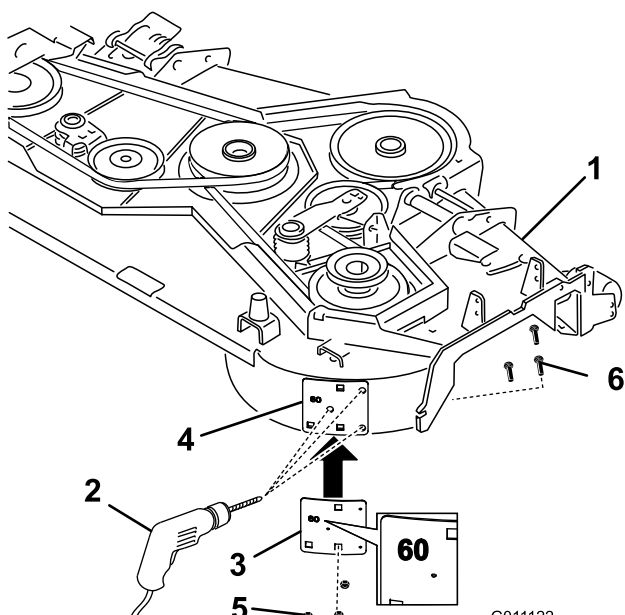

Figura 5
1. Installate il modello di metallo, con il numero 60, nel piatto di taglio con i bulloni a testa tonda e i dadi precedentemente rimossi, utilizzando i fori presenti nel piatto di taglio (Figura 5).
2. Usate un punzone per segnare nuovi punti di foratura del piatto di taglio servendovi dei 3 fori del modello (Figura 5).
3. Togliete il modello di metallo e praticate tre fori pilota di 3 mm di diametro, con una punta da trapano affilata (Figura 5).
4. Praticate tre fori del diametro di 10 mm nei fori pilota con una punta da trapano affilata (Figura 5).